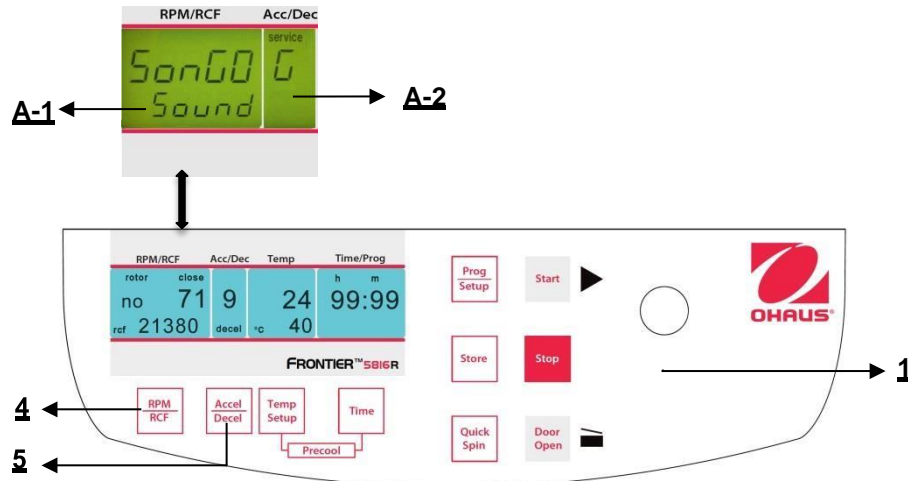

Figura 37
Procedere come descritto al punto 4.1. per inserire questa modalità programma e poi premere il tasto **"Accel/Decel"** (5). Sul display **"Acc/Dec"** (A-2) lampeggia la parola **"Service"**. Selezionare adesso la lettera **"G"** con la manopola di regolazione (1). Di conseguenza, sul display **"RPM/RCF"** (A-1), appare la parola **"SonGo/Sound"**. Dopo aver premuto il tasto **"RPM/RCF"** (4), è possibile selezionare una suoneria con la manopola di regolazione (1). (Vedere figura 37)